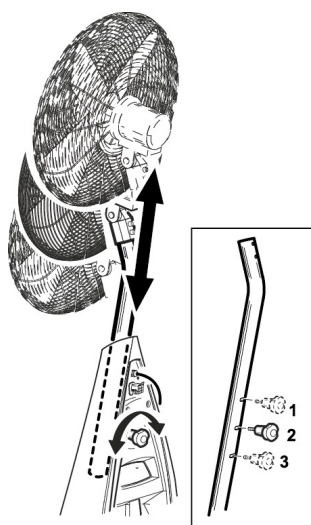
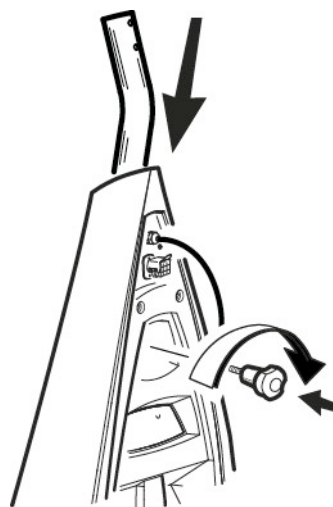

Рис. 8
Рис. 9
- 7- Установите необходимую высоту вентилятора. Рис. 8. Открутите ручку блокировки (Рис. 9), затем поднимите или опустите стержень на необходимую высоту и снова затяните ручку.